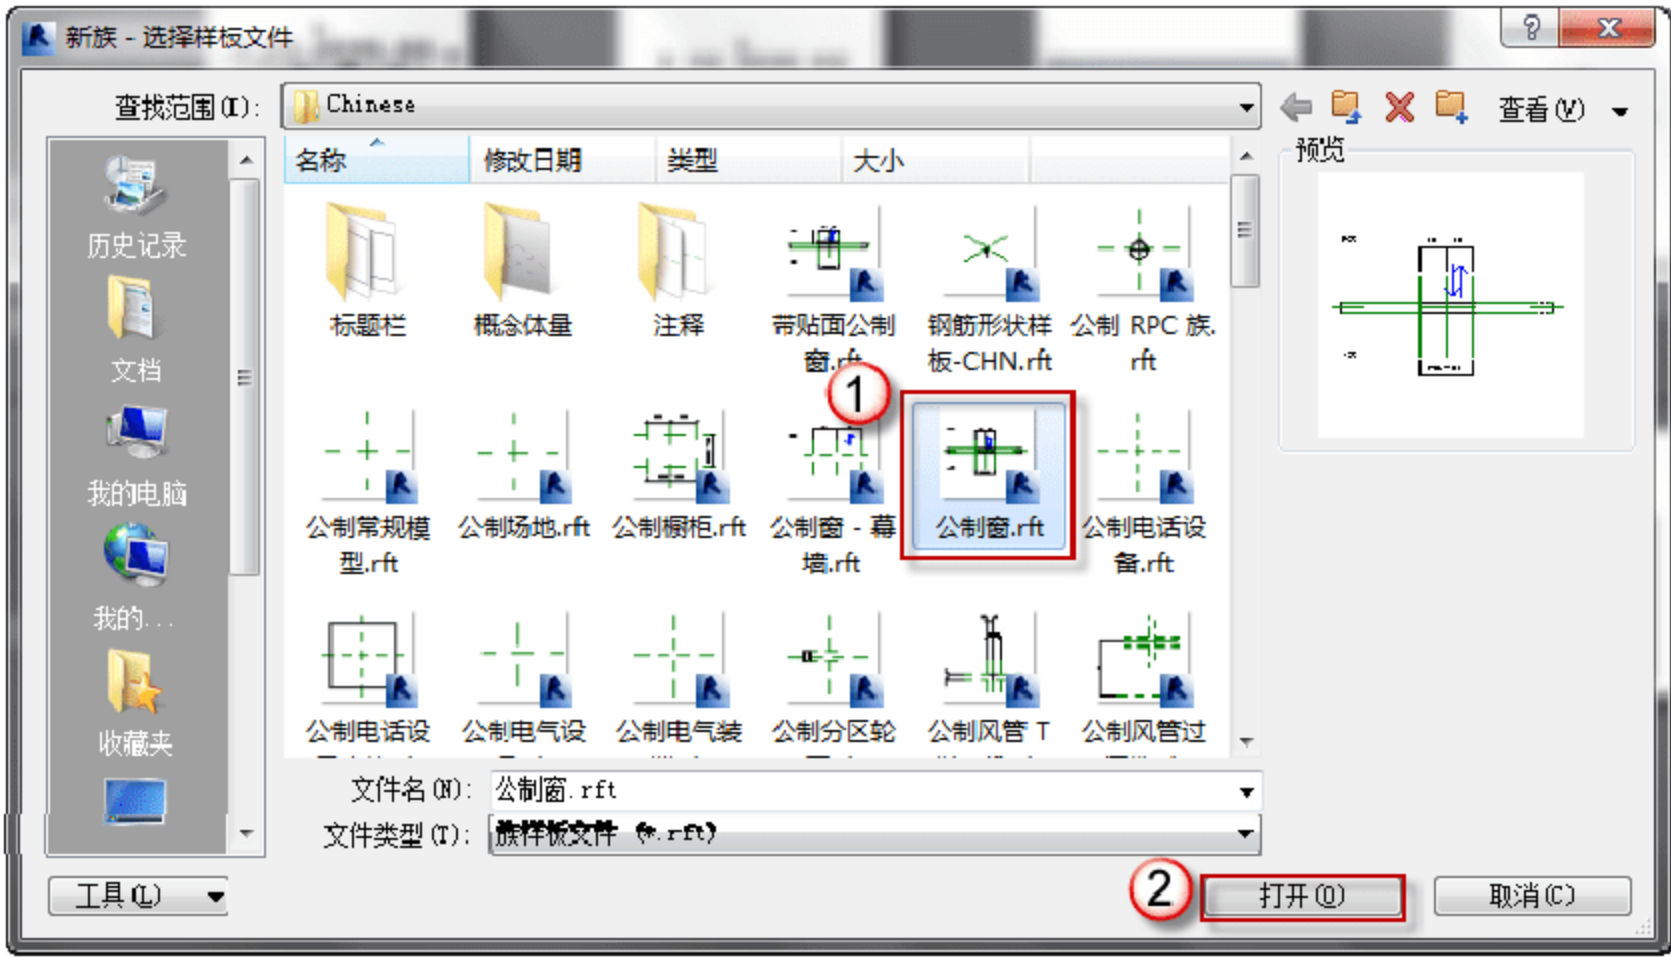

图 7.1.1 “新族-选择样板文件”对话框
(1) 选择“公制窗.rft”族样板。选择“程序”→“新建”→“族”命令，在弹出的“新族-选择样板文件”对话框中选择“公制窗.rft”文件，单击“打开”按钮，进入窗族的设计界面，如图 7.1.1 所示。